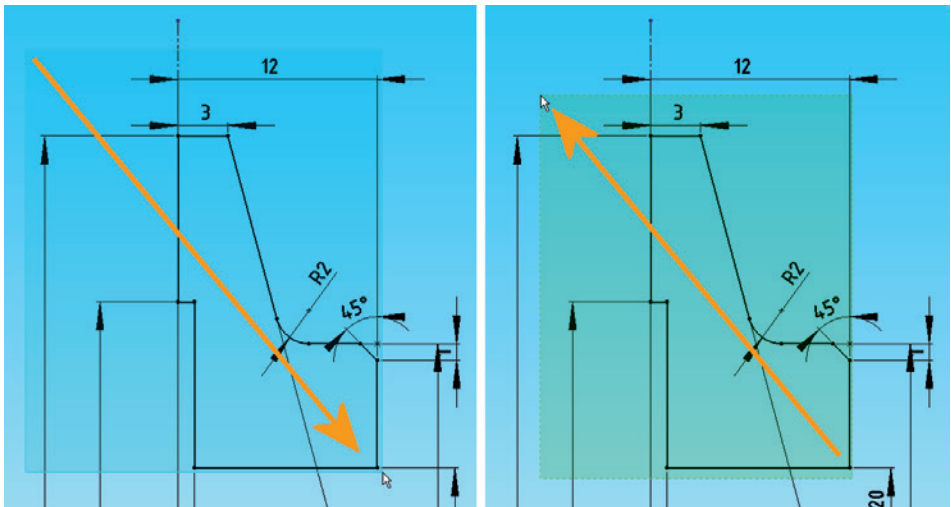

Bild 3.64: Der Unterschied zwischen Rahmen- und Querauswahl
- Mit einer *Rahmenauswahl* schließen Sie alle Objekte ein, die Sie wählen wollen. Der Rahmen wird wie üblich **von links nach rechts** aufgezogen. Objekte, die nicht vollständig im Rahmen sind, bleiben ungewählt. Die Rahmenlinien sind durchgezogen (Bild 3.64 links).
- Ziehen Sie den Rahmen dagegen **von rechts nach links** auf, so treffen Sie eine *Querauswahl*. Das bedeutet, alle enthaltenen und ebenso **alle berührten** Objekte werden gewählt. Der Zugrahmen ist gestrichelt (im Bild 3.64 rechts).